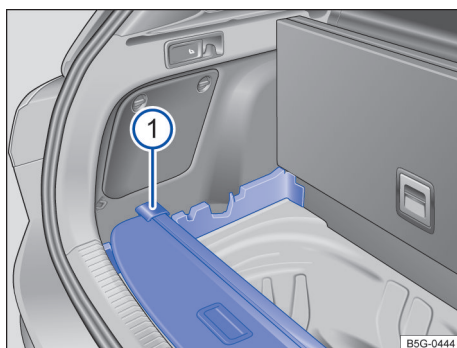

Fig. 155 Abaixo do assoalho variável do compartimento de bagagem: guardar a cobertura do compartimento de bagagem.
- Coloque a cobertura do compartimento de bagagem desinstalada → Fig. 155 ① sobre as rebaixamentos traseiros das bases laterais, segundo mostrado na figura.